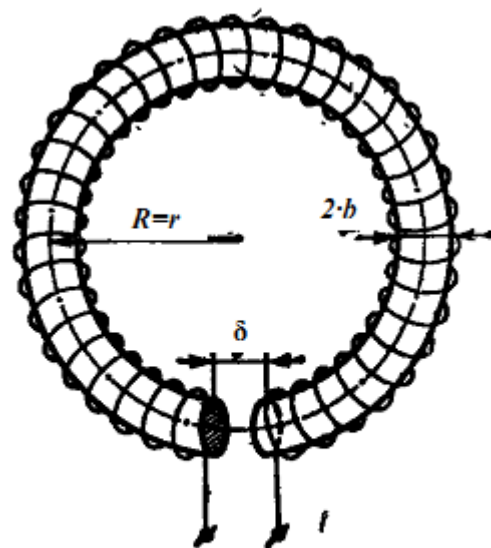

Рис. 3.1 Торондальный образец с зазором и с намагничивающей обмоткой.
2) **Исследование кольцевой магнитной цепи тороида с током. «Toroid».** Кнопки «ВЫБОР ОПЫТА/ДАТЧИКИ/ТОК ДАТЧИКА» управляют током датчика Холла, помещенным в зазор тороида. Ручка «ТОК КАТУШКИ/ТОК ОБМОТКИ» служит для плавного изменения тока намагничивающей обмотки тороида. Исследуемый образец имеет форму тора, на который намотана в несколько слоев намагничивающая обмотка из $N_0 \sim 10^4$ витков. Образец имеет поперечный разрез шириной $\delta \approx 0,5$ см, в который введен полупроводниковый датчик Холла рис. 3.1. Для выхода из эксперимента следует нажать кнопку «ESC». При расчетах во втором эксперименте по принять:
Средний радиус тороида $r=0,015 \text{ м}$, ($R=r$ в обозначениях рис. 3.1)